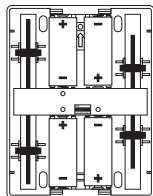

Figure 3
3. **Installez 4 piles alcalines « C ».** Assurez-vous que les piles sont orientées correctement, comme le montre la figure 3.
7. Remettez les piles en place (voir Figure 3). Enclenchez le couvercle sur la base du carillon.